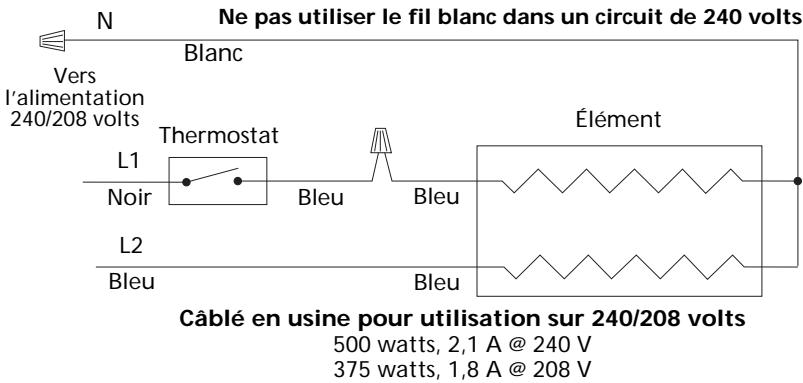

Figure 3
3. Pour utiliser le radiateur dans la plage 208/240 volts, connecter le câblage du bloc d'alimentation au radiateur en suivant les instructions du schéma de câblage à la Figure 3. NE PAS UTILISER LE FIL BLANC IDENTIFIÉ « N » POUR LE CÂBLAGE 208/240 VOLTS.